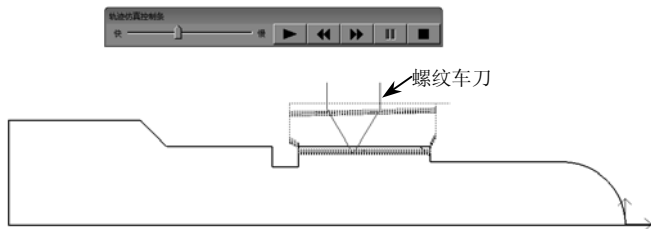

图 6-51 螺纹加工轨迹仿真结果
(4) 轨迹仿真 轨迹仿真是对已有的加工轨迹进行加工过程模拟，以检查加工轨迹的正确性。选择下拉菜单“数控车”→“轨迹仿真”命令，或直接单击数控车工具栏中的“轨迹仿真”按钮，系统在“命令提示”栏中显示“拾取刀具轨迹”，然后单击立即菜单，在立即菜单选项中选择“动态”，并设定步长大于 0。单击已经生成的加工轨迹，轨迹变成红色表示被选中，然后单击右键结束选取，系统便弹出仿真控制条，按开始键开始仿真。仿真过程中可进行暂停、上一步、下一步、终止和速度调节操作，如图 6-51 所示。如果仿真结果不是很理想，可以通过修改参数来改变。